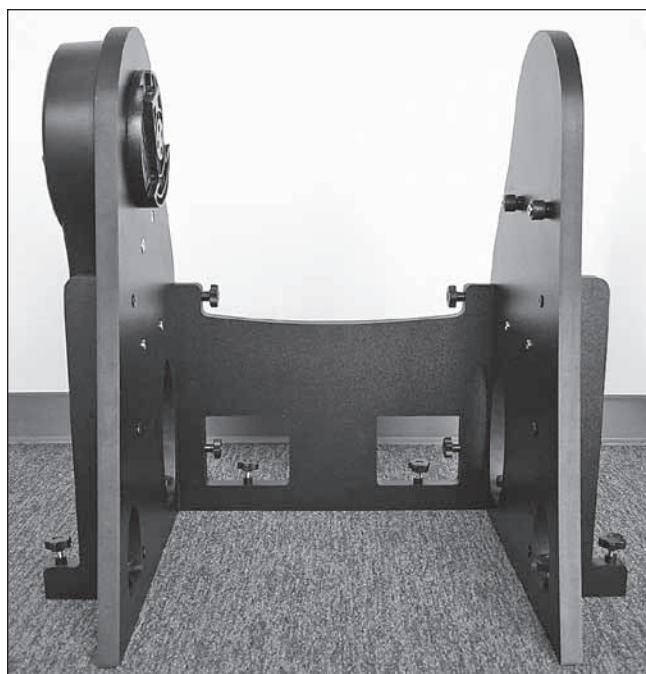

Figura 10. Gruppo dei pannelli laterali e frontale montato.
4. Fissare la piastra frontale ai due pannelli laterali con i quattro appositi bulloni di fissaggio imperdibili. Usare la manopola per avvitare i bulloni nell'inserto filettato in metallo incassato nel pannello laterale. I pannelli laterali devono essere orientati in modo che i rinforzi laterali siano rivolti verso l'esterno. La piastra frontale deve essere orientata in modo che i due fori pilota per il portaoculare siano rivolti verso l'esterno. Non serrare ancora completamente i bulloni di fissaggio. L'assieme montato dovrebbe apparire come in **Figura 10**.